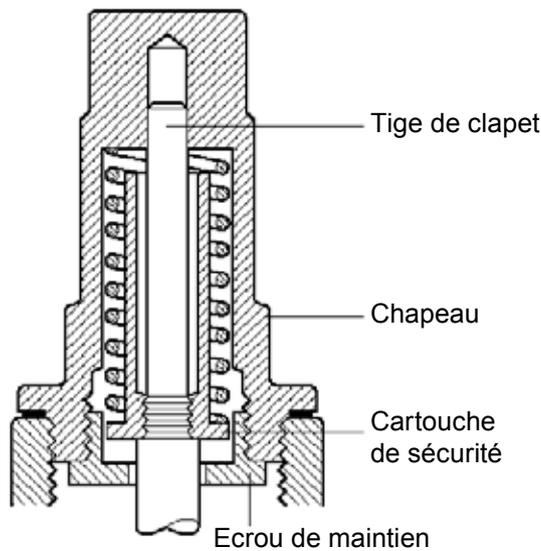

Fig. 7
4.4 Vanne SBRA avec une cartouche de sécurité (voir Fig. 7 et 8)
- Isoler la vanne et dévisser le chapeau (voir Fig. 7).